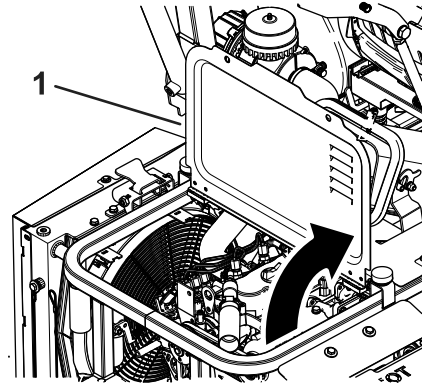

Figura 52
2. Retire las fijaciones y eleve la cubierta para acceder al motor (Figura 52).